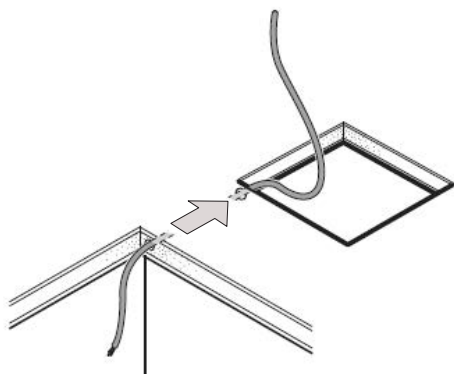

Fig. 07: Stromversorgungskabel
- ▶ Verlegen Sie ein 230-V-Stromversorgungskabel zum Dachausschnitt. Verlegen Sie das Kabel möglichst durch die Dachdämmung, wie in Fig. 07 dargestellt.